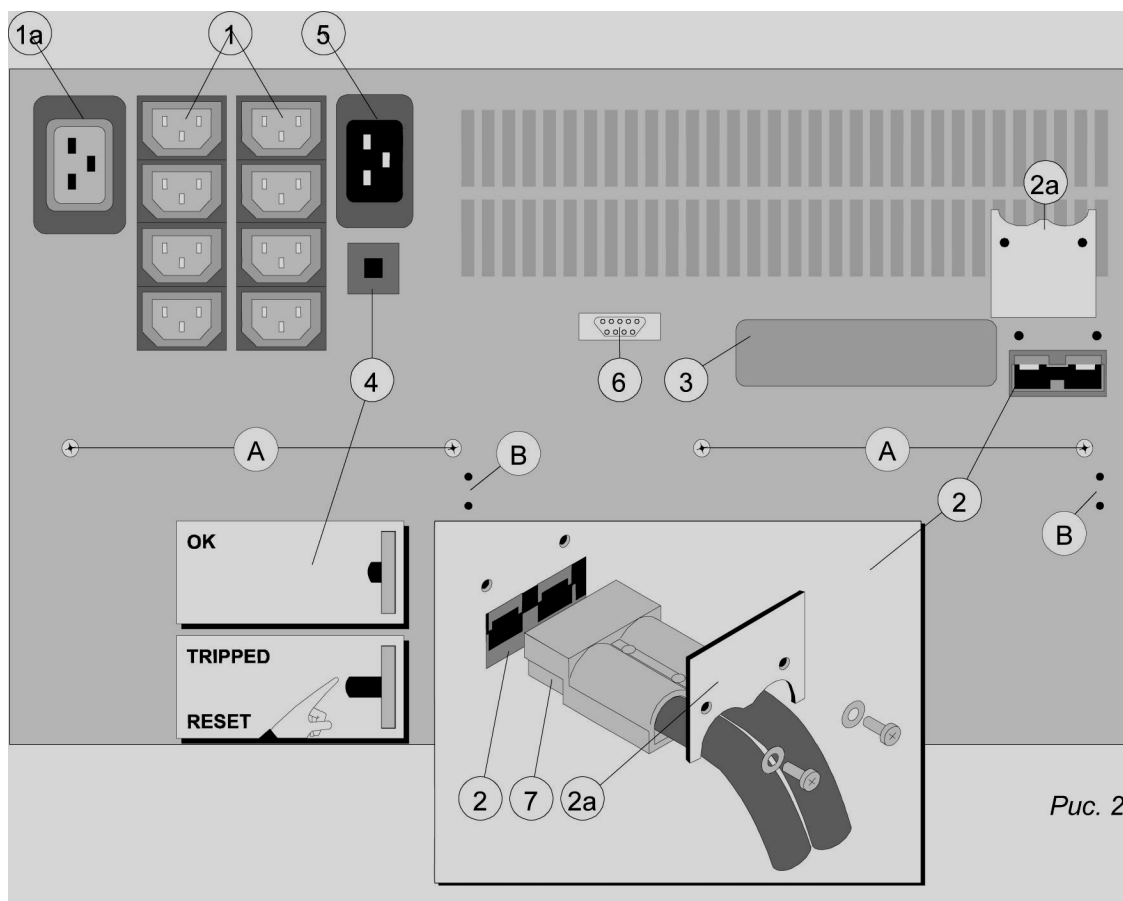
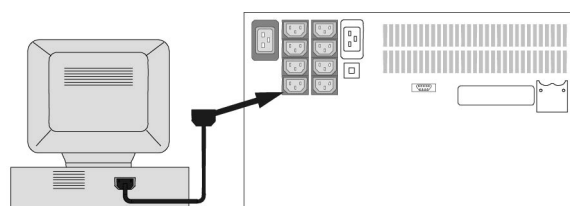
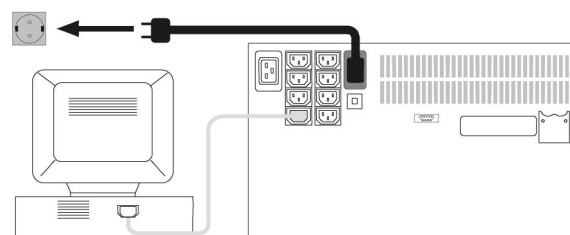

Рис. 2
Рис. 3
Рис. 4
- При транспортировке кассеты для батарей нужно снять, либо закрепить каждую из них двумя винтами к задней стенке ИБП (А, рис.2).
9. Открутите два винта и удалите съемную крышку (2а, рис.2). Подключите разъем шины постоянного тока батарейного модуля (7, рис 2) к розетке постоянного тока ИБП (2, рис.2). Поставьте на место съемную крышку с помощью двух винтов в соответствии с рис. 2 (верхней стороной вниз). Используя розетку постоянного тока батарейного модуля (не показана на рисунке), вы можете установить второй, третий и т.д. модули. См. также п. 5.1.
10. Используя выходные кабели, поставляемые вместе с ИБП, подсоедините компьютеры к выходам ИБП (1, рис.2). Распределяйте нагрузки как можно более равномерно по выходным розеткам ИБП. При использовании сетевых разветвителей учитывайте максимальный ток каждой выходной розетки ИБП, который составляет 10А для розеток группы (1) или 16А для розетки (1а). Нагрузочный кабель для подключения нагрузки к розетке (1а) в комплект поставки не входит. См. рис.3.
11. Подключите силовой шнур питания к входной сетевой вилке (5, рис.2) на входе ИБП. См. рис.4.
12. Подключите сетевой шнур питания к исправной сетевой розетке с заземляющим защитным контактом. См. рис.4. Зеленый светодиод "on" (10, рис.6), будет мигать, а спустя 30 с. будет светиться постоянно - ИБП включится и на его выходе появится напряжение.